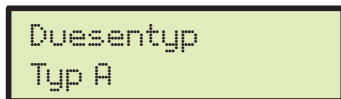

Abb. 63
- Nach der Wahl des Typs geht der Computer automatisch auf die Wahlmöglichkeit der einzustellenden Düse über (Abb. 63).